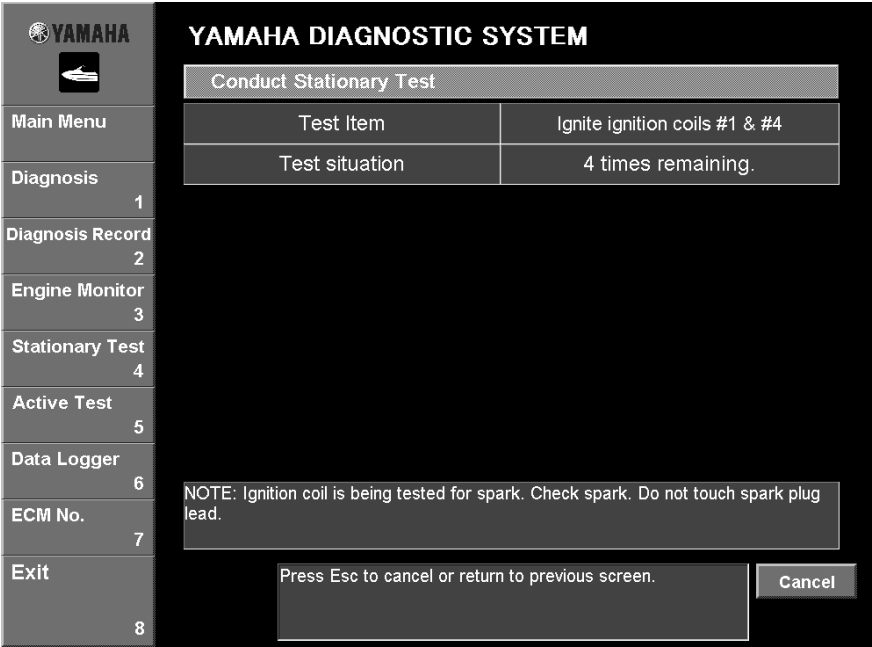

Fig. 43
- While checking the information that appears in the **Test situation** column, follow the test instructions in the messages that are displayed. (See fig. 43.)
- To stop the stationary test, click the **Cancel** button. (See fig. 43.)
6. Tout en vérifiant les informations qui s'affichent dans la colonne **Test situation**, suivre les directives données par les messages affichés (voir la fig. 43).
7. Pour arrêter le test fixe, cliquer sur le bouton **Cancel** (voir la fig. 43).
6. Während Sie die Information, die in der **Test Situation** Spalte erscheint, überprüfen, befolgen Sie die angezeigten Anleitungen für den Test. (Siehe Abb. 43.)
7. Um den Test im Ruhezustand abubrechen, klicken sie auf **Cancel**. (Siehe Abb. 43.)
6. Mientras comprueba la información que se muestra en la columna **Test situation**, siga las instrucciones de prueba indicadas en los mensajes que aparecen. (Ver fig. 43.)
7. Para interrumpir la prueba estática, haga clic en el botón **Cancel**. (Ver fig. 43.)